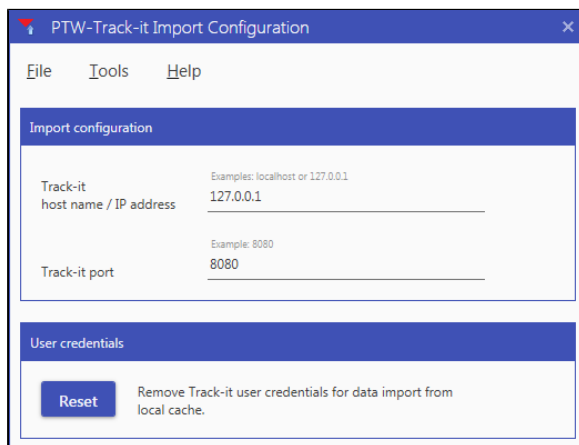

Figura 2: Pantalla principal *Track-it Import Configuration*
- Se mostrará la pantalla principal *Track-it Import Configuration* (ver Figura 2).